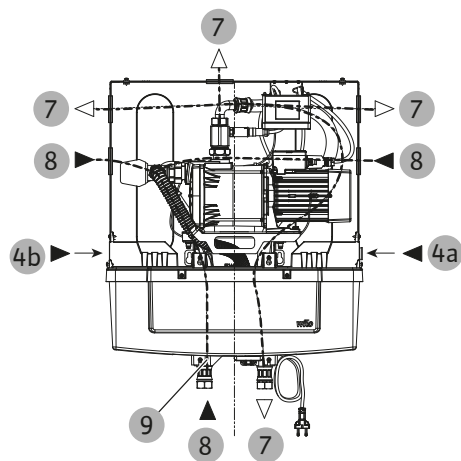

Fig. 14: Collegamenti idraulici
- Attacco per la distribuzione dell'acqua industriale (manicotto mobile G 1") (Fig. 14, Pos. 7).
- Tubo per acqua condotta (G 3/4") (Fig. 14, Pos. 4 o capitolo Rotazione dell'attacco dell'acqua condotta [▶ 25] Pos. 4a oppure 4b)
Si consiglia vivamente di effettuare il collegamento con un tubo flessibile unitamente a una valvola d'intercettazione. Il collegamento alla valvola di reintegro (Fig. 14, Pos. 4) deve essere realizzato con guarnizione piatta e per mezzo del manicotto mobile.
- Tubazione di aspirazione dalla cisterna (manicotto mobile G 1") (Fig. 14, Pos. 8)
- Collegare l'attacco del troppopieno (Fig. 14, Pos.9) per perdite ridotte al tubo flessibile per troppopieno (a cura del committente, Ø 19 – 21 mm diametro interno) (Fig. 2, Pos. 29).
L'alimentazione dell'acqua condotta (Fig. 1, Pos. 4) è montata di serie sul lato destro (Fig. 14, Pos. 4a) del serbatoio di prima raccolta. Per agevolare l'installazione, è possibile cambiare lato e montarla a sinistra (Fig. 14, Pos. 4b).